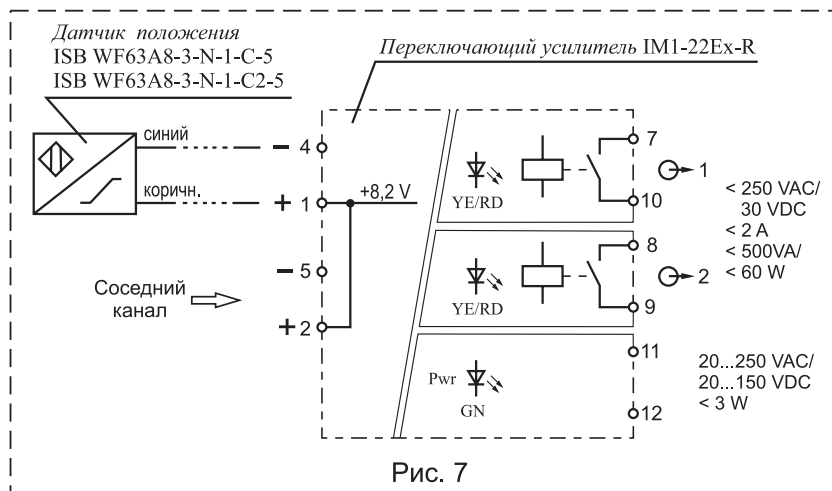

Рис. 7
4.4 Электрический монтаж датчика положения и переключающего усилителя производите в соответствии со схемой рис. 7 и руководством по эксплуатации на датчик положения и переключающий усилитель. Выходное реле переключающего усилителя открывается при срабатывании клапана.
4.5.6 В случае выхода из строя одного из каналов переключающего усилителя производите переключение датчика положения на другой (соседний) канал. Съем сигнала с усилителя производите с выхода соседнего канала (см. рис. 7 и паспорт на переключающий усилитель).